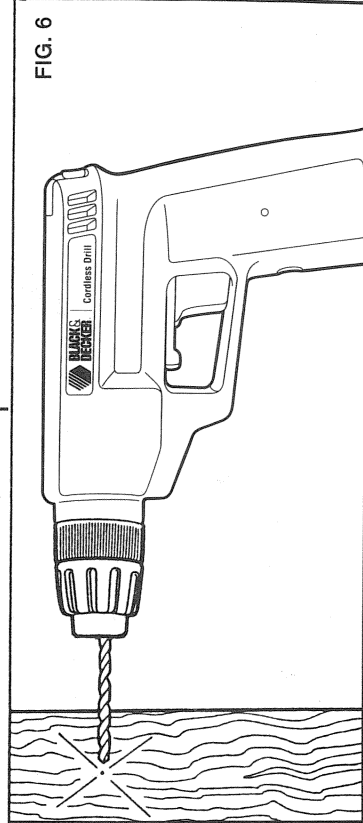

FIG. 6
4. À l'aide d'un poinçon, pratiquer un creux de guidage afin de prévenir le broutement du foret sur les surfaces lisses. Introduire la pointe du foret dans le creux de guidage avant de mettre la perceuse en marche (voir la figure 6).